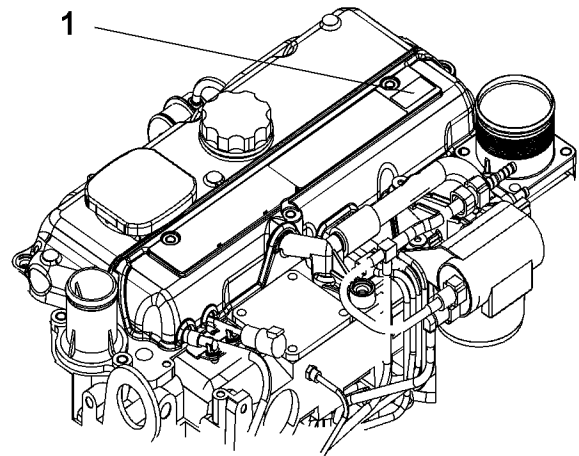

Ilustración 2
La etiqueta Advertencia universal (1) estará ubicada en la tapa del mecanismo de válvulas. Consulte la ilustración 2.
La etiqueta de advertencia de éter (2) está ubicada en la tapa del múltiple de admisión. Consulte la ilustración 2 .